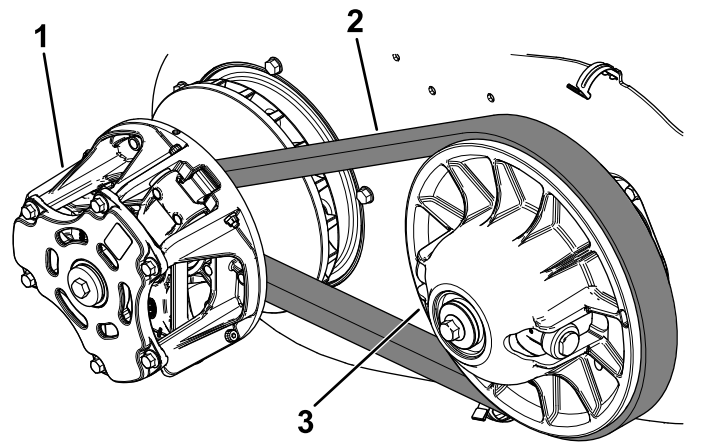

図 112
6. ベルト 図 112 を手で回転させながら、磨耗や破損がないかを点検する。
7. 圧縮空気を使用してクラッチを丁寧に清掃する 図 112。
6. ベルト上部を持って 2 次クラッチを押し広げるようにしてクラッチに押し込み、クラッチを回しながら 2 次クラッチにベルトを巻き付けるようにして取り付ける 図 112。
7. 1次クラッチからベルトを外す (図 112)。
8. 新しいベルトを一次クラッチに掛ける 図 112。
9. 2次クラッチを回しながら2次クラッチ部分でベルトを外す(図 112)。